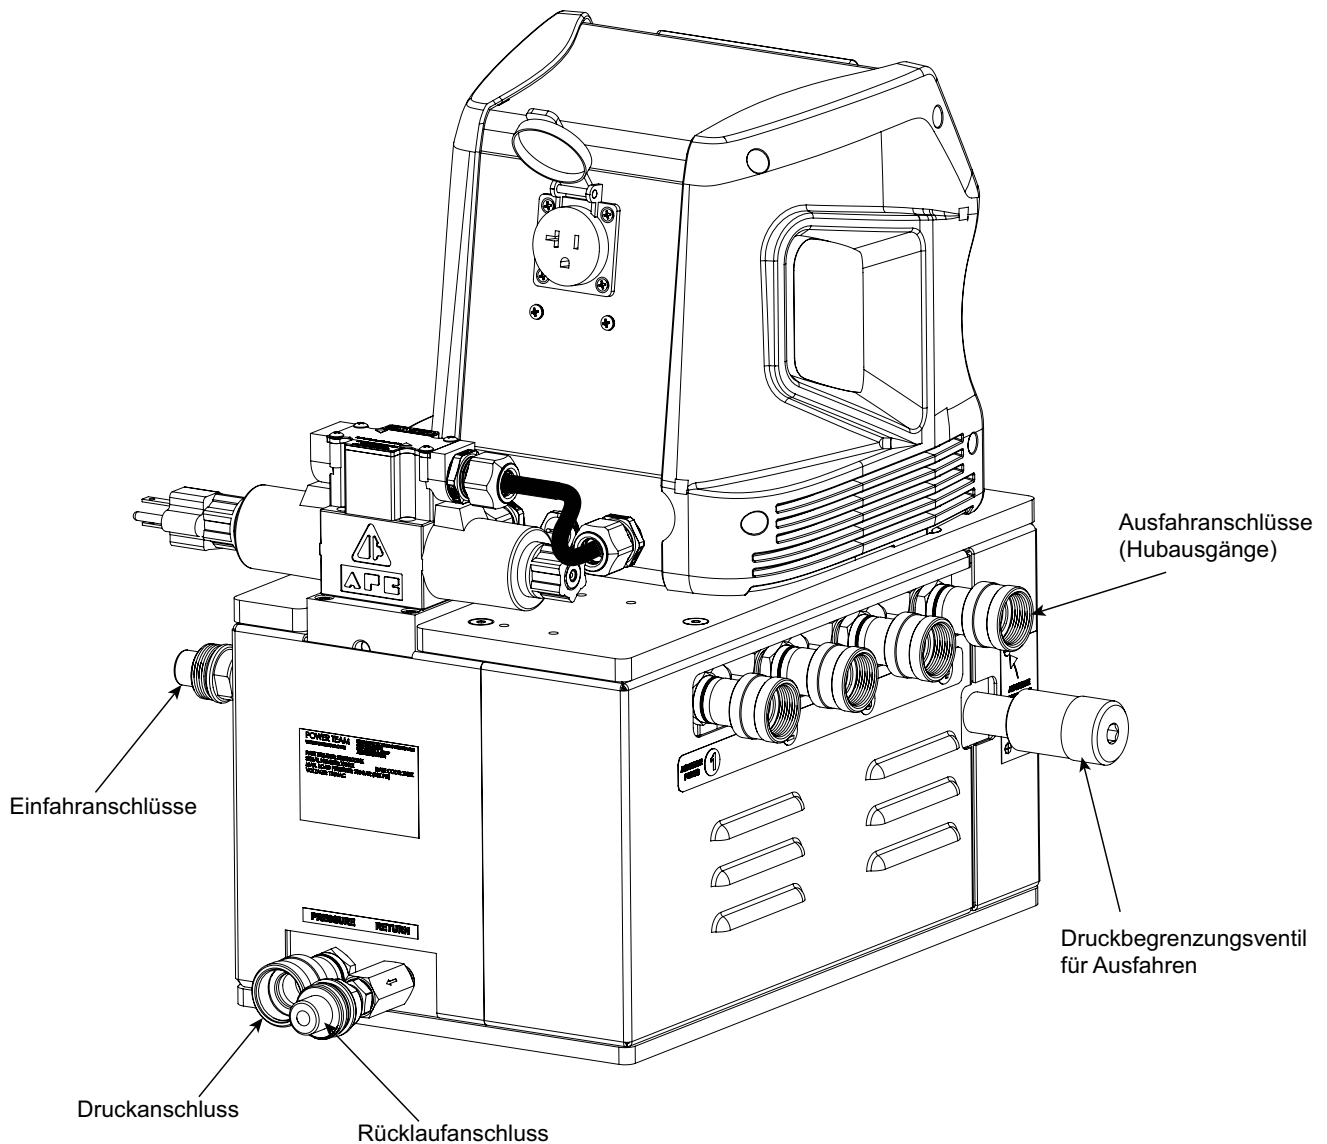

Abb. 6: Hydraulikanschlüsse des eSync-Geräts
- C. Schlauchverbindung zwischen eSync und Pumpeneinheit: Identifizieren Sie die Einlass(Rücklauf)- und Auslass(Druck)anschlüsse an der Hydraulikpumpe. Verbinden Sie ein Ende des Hydraulikschlauchs mit dem Auslassanschluss der Pumpe und das andere Ende mit dem Druckanschluss des eSync-Geräts (siehe Abbildung 6) und achten Sie dabei auf einen festen und sicheren Sitz. Wiederholen Sie diesen Schritt für den Einlassanschluss der Pumpe, um ihn mit dem Rücklaufanschluss zu verbinden.